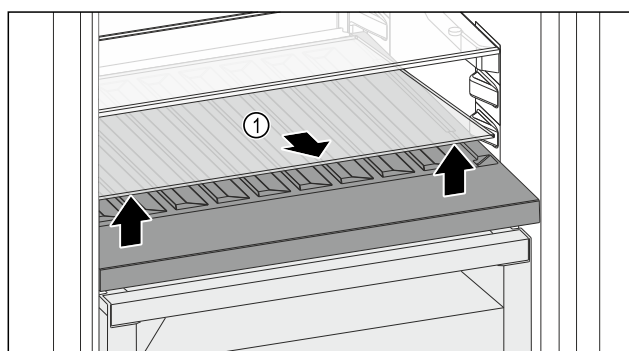

Fig. 110
- Ngrini lart përpara pllakën e xhamit Fig. 110 (1) te foleja dhe tërhiqeni jashtë.
- Ruani të sigurt pllakën e xhamit *Fig. 110 (1)* jashtë pajisjes.